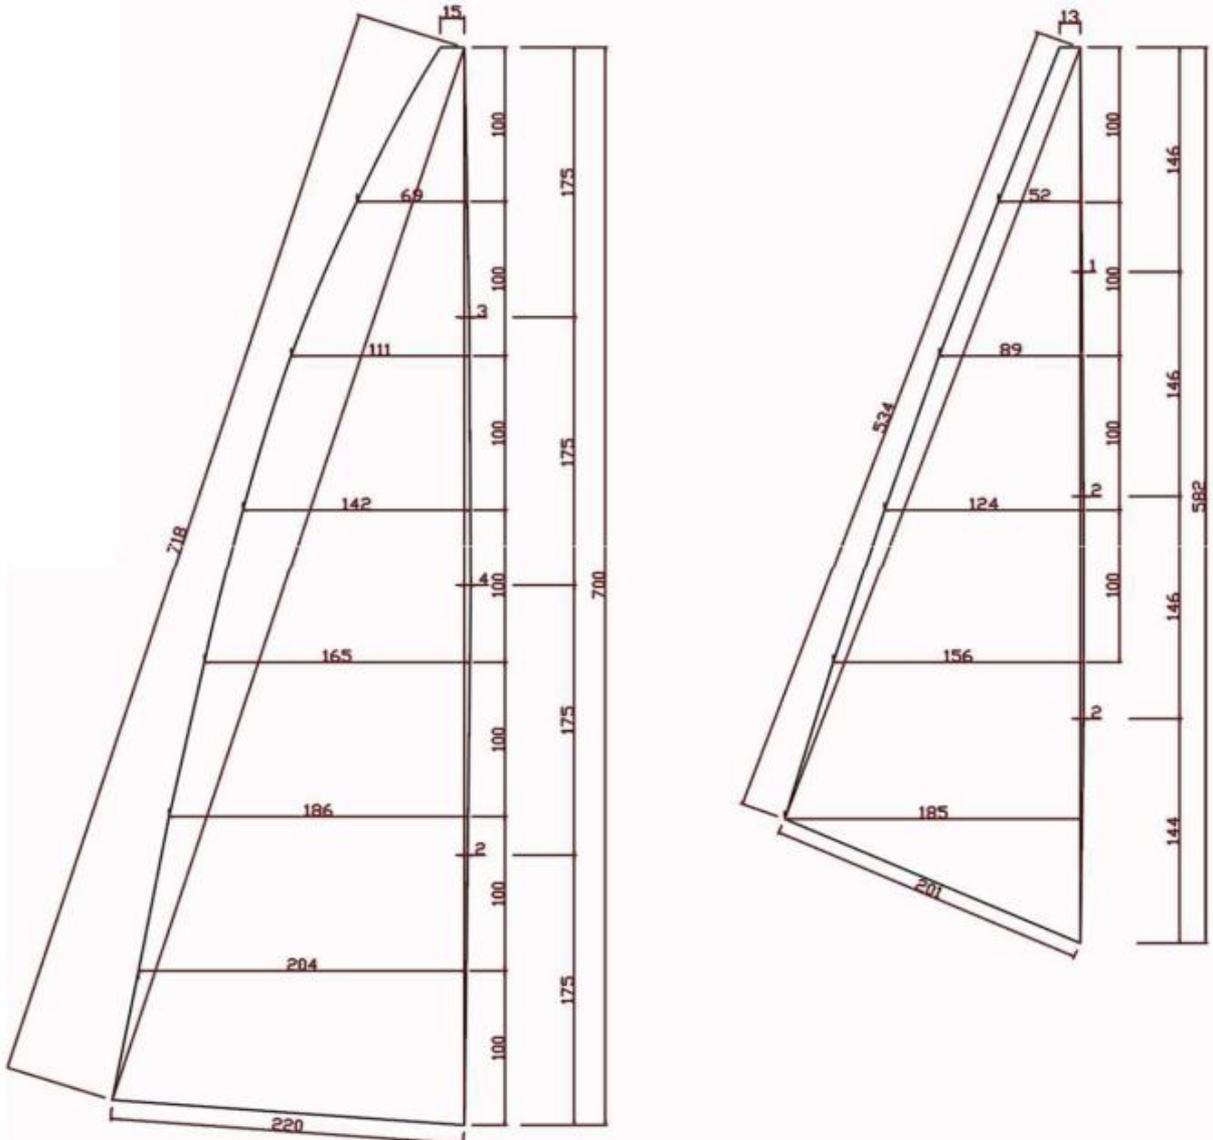

Abbildung 5: Segelplan
- 5.1 Segel werden mit einer maximalen Toleranz von 2 mm zum Segelplan gemessen. (Abbildung 5)
- 5.2 Kleinere Segel sind zulässig, sofern sie innerhalb der gezeigten Höchstgrenzen liegen. (Abbildung 5)